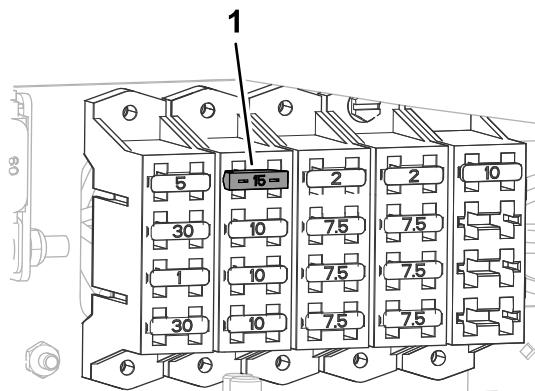

Figura 54
2. Cambie el fusible fundido del circuito de luces de carretera en la ranura del bloque de fusibles situada en la columna B de la fila 1 (Figura 54).